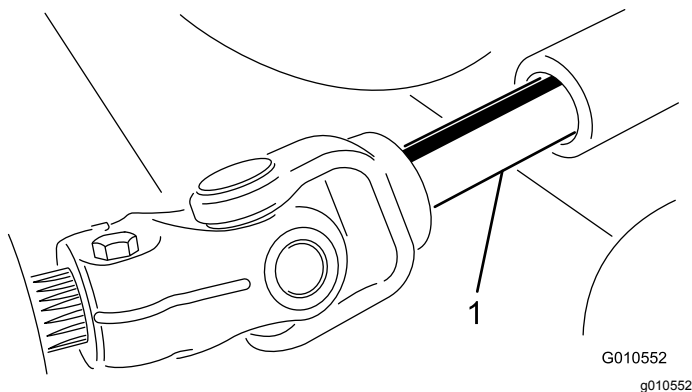

Bild 25
3. Rollen Sie das Mähwerk von der Zugmaschine weg, trennen Sie die Außen- und Innengewindeteile der Zapfwelle (Bild 25).
3. Schieben Sie die Zapfwelle mit Außengewinde in die Zapfwelle mit Innengewinde (Bild 25).